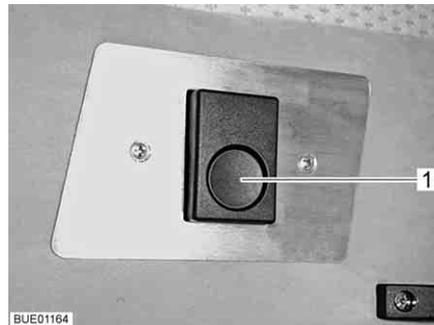

Bild 102 Verriegelung
- Entriegelungsknopf (Bild 102,1) drücken. Die Verriegelung ist gelöst.